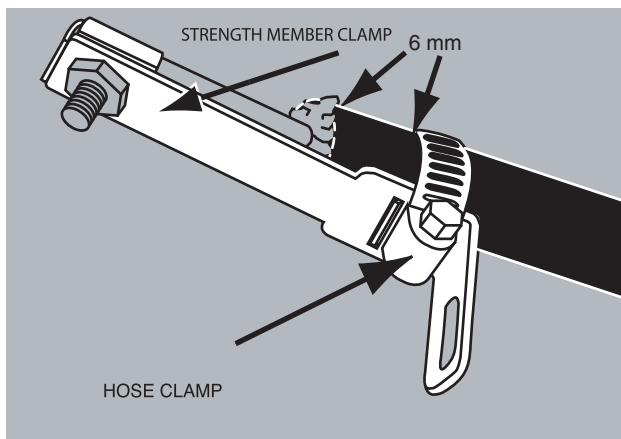

FIGURA 18
18. Aplique la abrazadera alrededor del kit de fijación y cable, apriete hasta asegurar completamente. (Figura 18)